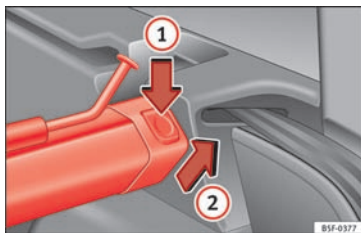

Fig. 166 I bagagerummet: afmontering af netskillevæg
- Tryk den venstre eller den højre udløserknap »» **Fig. 166** i pilens retning ①.
- Tag huset ud i pilens retning »» **Fig. 166** ②.
- Pres huset mod pilens retning »» **Fig. 166** ② i venstre og højre side, indtil det går i hak.